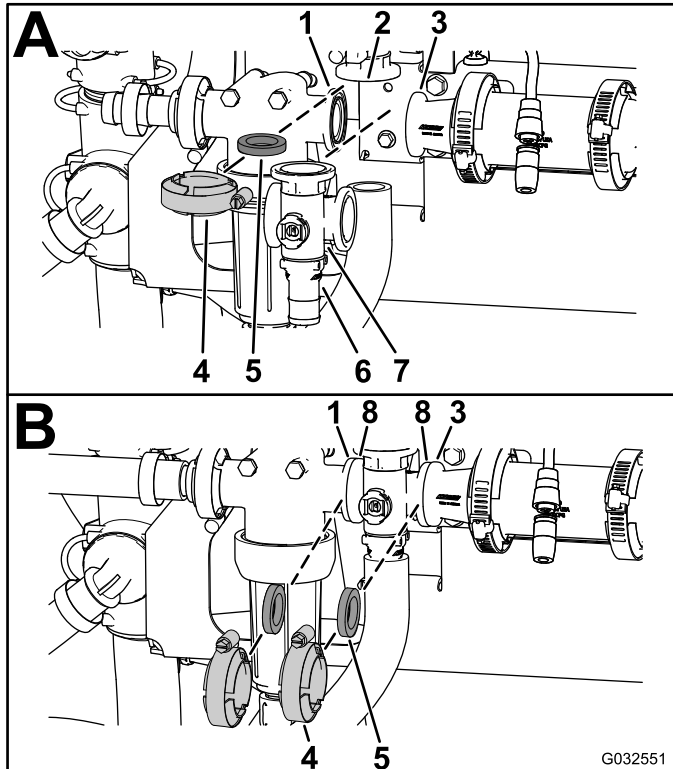

Figure 115
1. Alignez la bride de la vanne de dérivation d'agitation, 1 joint et la bride de raccord d'embout du collecteur de la vanne d'agitation (A de la Figure 115).
2. Montez la vanne de dérivation d'agitation, le joint et le collecteur de vanne d'agitation avec un collier serré à la main (A de la Figure 115).
3. Placez un joint entre les brides de la tête du filtre sous pression et du collecteur de vanne d'agitation (B de la Figure 115).
4. Montez la tête du filtre sous pression, le joint et le collecteur de la vanne d'agitation avec un collier serré à la main (B de la Figure 115).
5. Placez un joint entre les brides du collecteur de vanne d'agitation et de l'accouplement réducteur (B de la Figure 115).
6. Montez le collecteur de vanne d'agitation, le joint et l'accouplement réducteur avec un collier serré à la main (B de la Figure 115).
7. Placez un joint entre les brides du collecteur de la vanne d'agitation et le raccord adaptateur du régulateur de pression d'agitation (C de la Figure 115).
8. Montez le collecteur de la vanne d'agitation, le joint et le raccord adaptateur avec un collier serré à la main (C de la Figure 115).